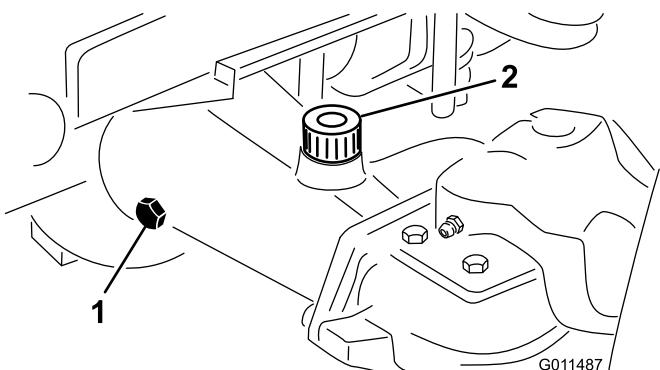

Figura 60
2. Retire o tampão de verificação que se encontra numa das extremidades do eixo e certifique-se de que existe lubrificante até ao fundo do orifício (Figura 60).